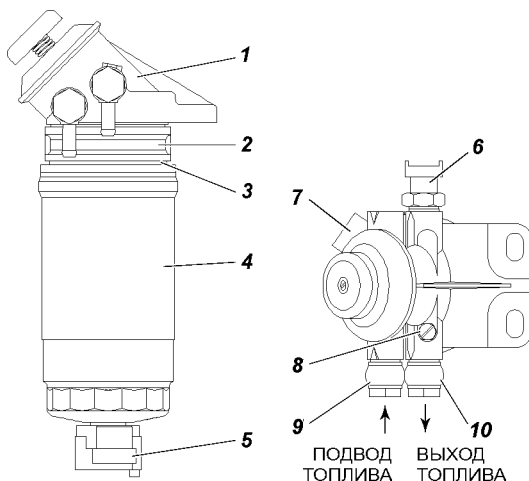

Рис. 9.19. Фильтр тонкой очистки топлива с подкачивающим насосом и датчиком наличия воды в топливе в пробке слива отстоя:
-первое заполнение системы питания производите с помощью подкачивающего насоса на фильтре тонкой очистке топлива. Стравливание воздуха производите через винт на фильтре тонкой очистки топлива 7 (рис. 9.19);
**Фильтр тонкой очистки топлива (BOSCH, A 450 085 725)** показан на рис. 9.19.